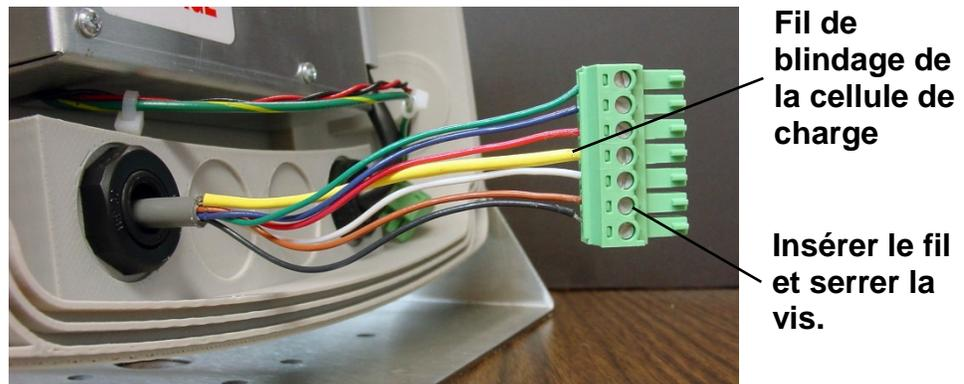

Figure 4
3.3.8. Pour raccorder un câble, desserrer la vis correspondante du bornier puis insérer le câble dans l'ouverture. Serrer la vis pour fixer le câble. Voir la Figure 4.